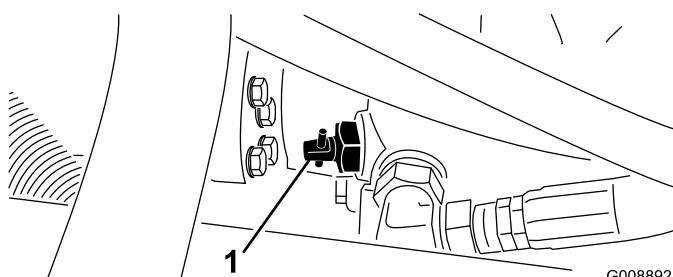

図 42
1. 油圧ポンプについているバイパスバルブ（図42）を90°回転させる。